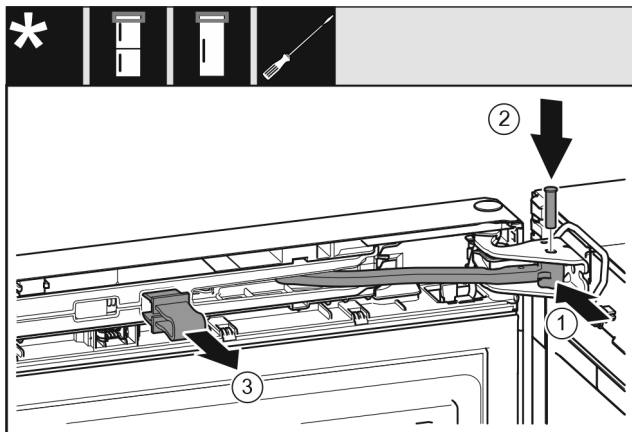

Fig. 50
- ▶ Tourner l'articulation dans le support de palier. Fig. 50 (1)
- ▶ Introduire le boulon dans le support de palier et l'articulation. Veiller à ce que l'ergot d'encliquetage repose correctement dans la rainure. Fig. 50 (2)
- ▶ Enlever l'arrêt. Fig. 50 (3)